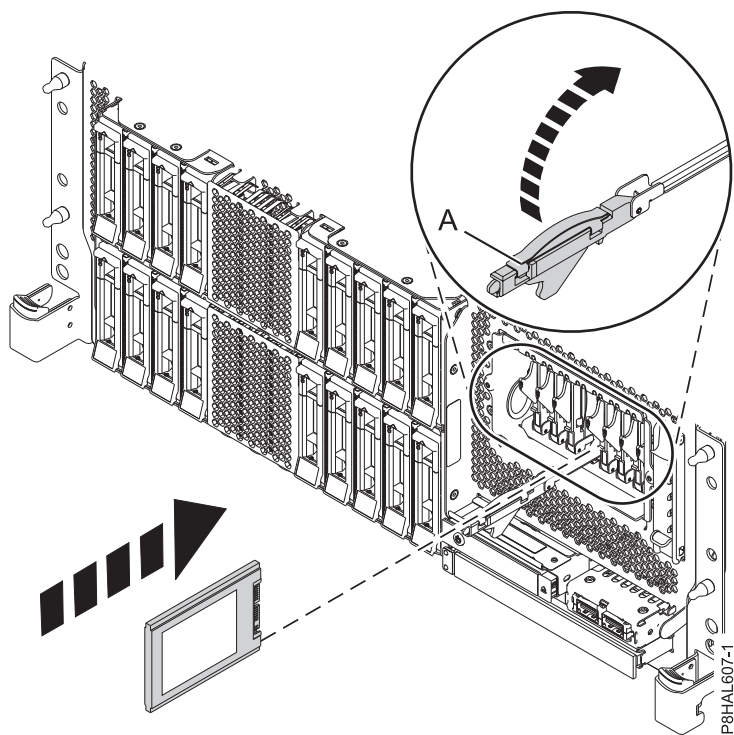
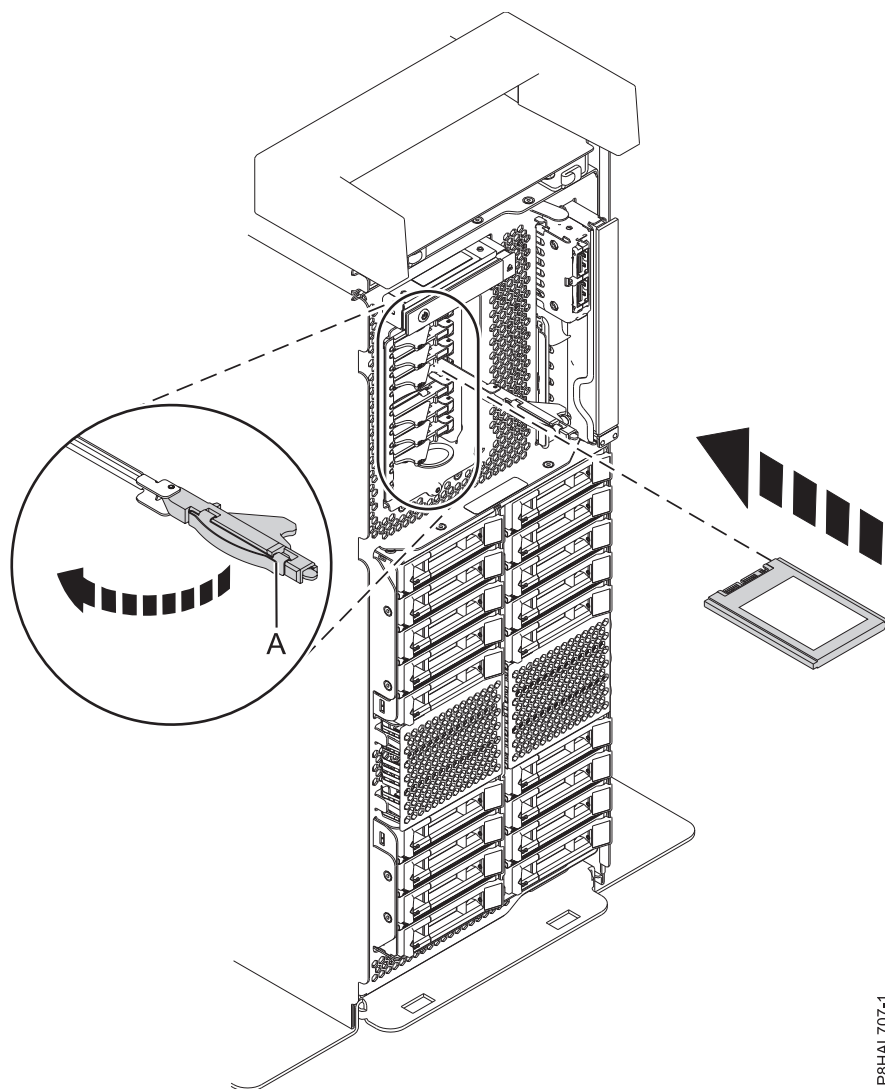

Figura 130. Sustitución de una SSD en un sistema de función ampliada montado en bastidor
Figura 131. Sustitución de una SSD en un sistema autónomo de función ampliada
14. Con el asa de la bahía de unidad SSD (**A**) en la posición de desbloqueo, tire de la palanca hacia afuera para acceder a los rieles de guía de la ranura de SSD. Sostenga la SSD por la parte inferior mientras la alinea con los rieles de guía de la ranura de SSD. Consulte la Figura 130 en la página 144 y la Figura 131 en la página 145.
18. Bloquee la unidad girando el asa de la bahía (**A**) en la dirección que se muestra en la la Figura 130 en la página 144 y la Figura 131 en la página 145.